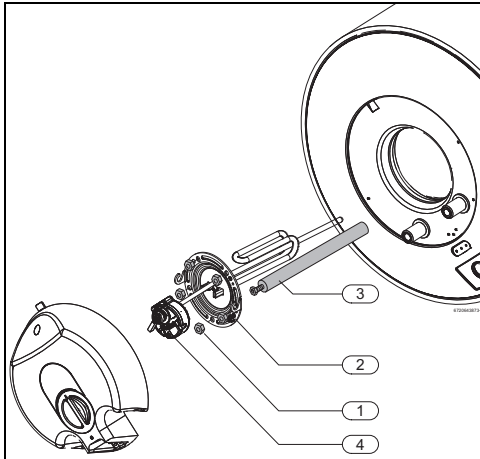

Fig. 14 Acceso e identificación de los componentes internos
- ▶ Aflojar las tuercas de fijación de la brida (Fig. 14, [1]).
- ▶ Retirar la brida del interior del termo eléctrico (Fig. 14, [2]).